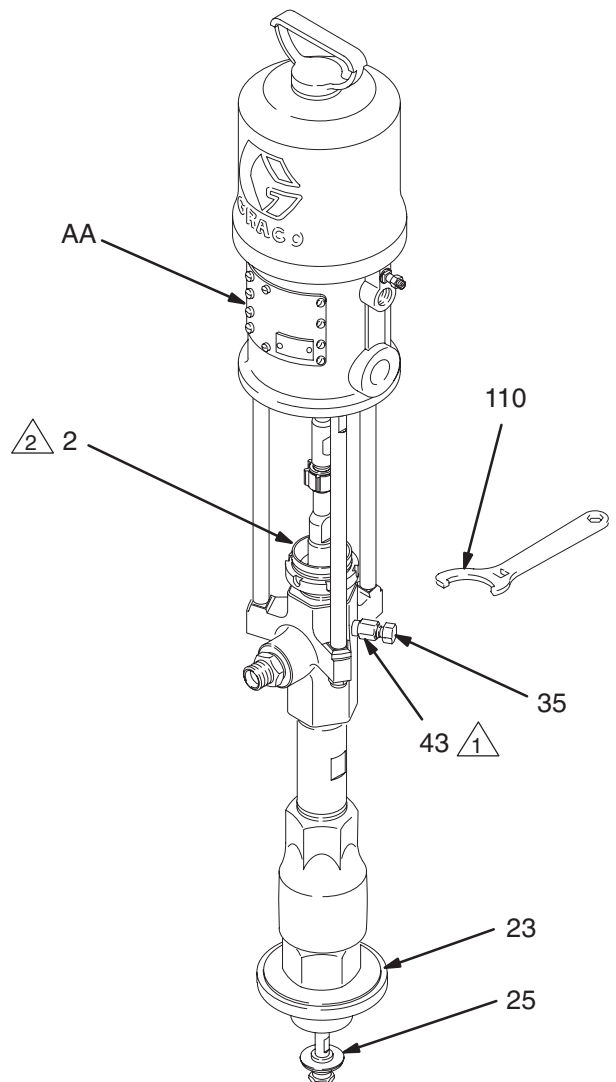

Fig. 3
Antes de comenzar, llene la tuerca prensaestopas (2) hasta un 1/3 de su capacidad con líquido de sellado (TSL) Graco o un disolvente compatible. Vea la Fig. 3.
Vea la Fig. 3. El pistón de cebado (25) y el pistón del motor neumático (situado debajo de la carcasa del motor neumático, AA) se mueven durante el funcionamiento.
9. Si resulta difícil cebar la bomba, abra ligeramente el tapón de la válvula de drenaje (35). Utilice el orificio de purga, situado en la parte inferior del cuerpo de la válvula (43) como una válvula de cebado hasta que el líquido comience a fluir por el orificio. Vea la Fig. 3. Cierre el tapón (35).